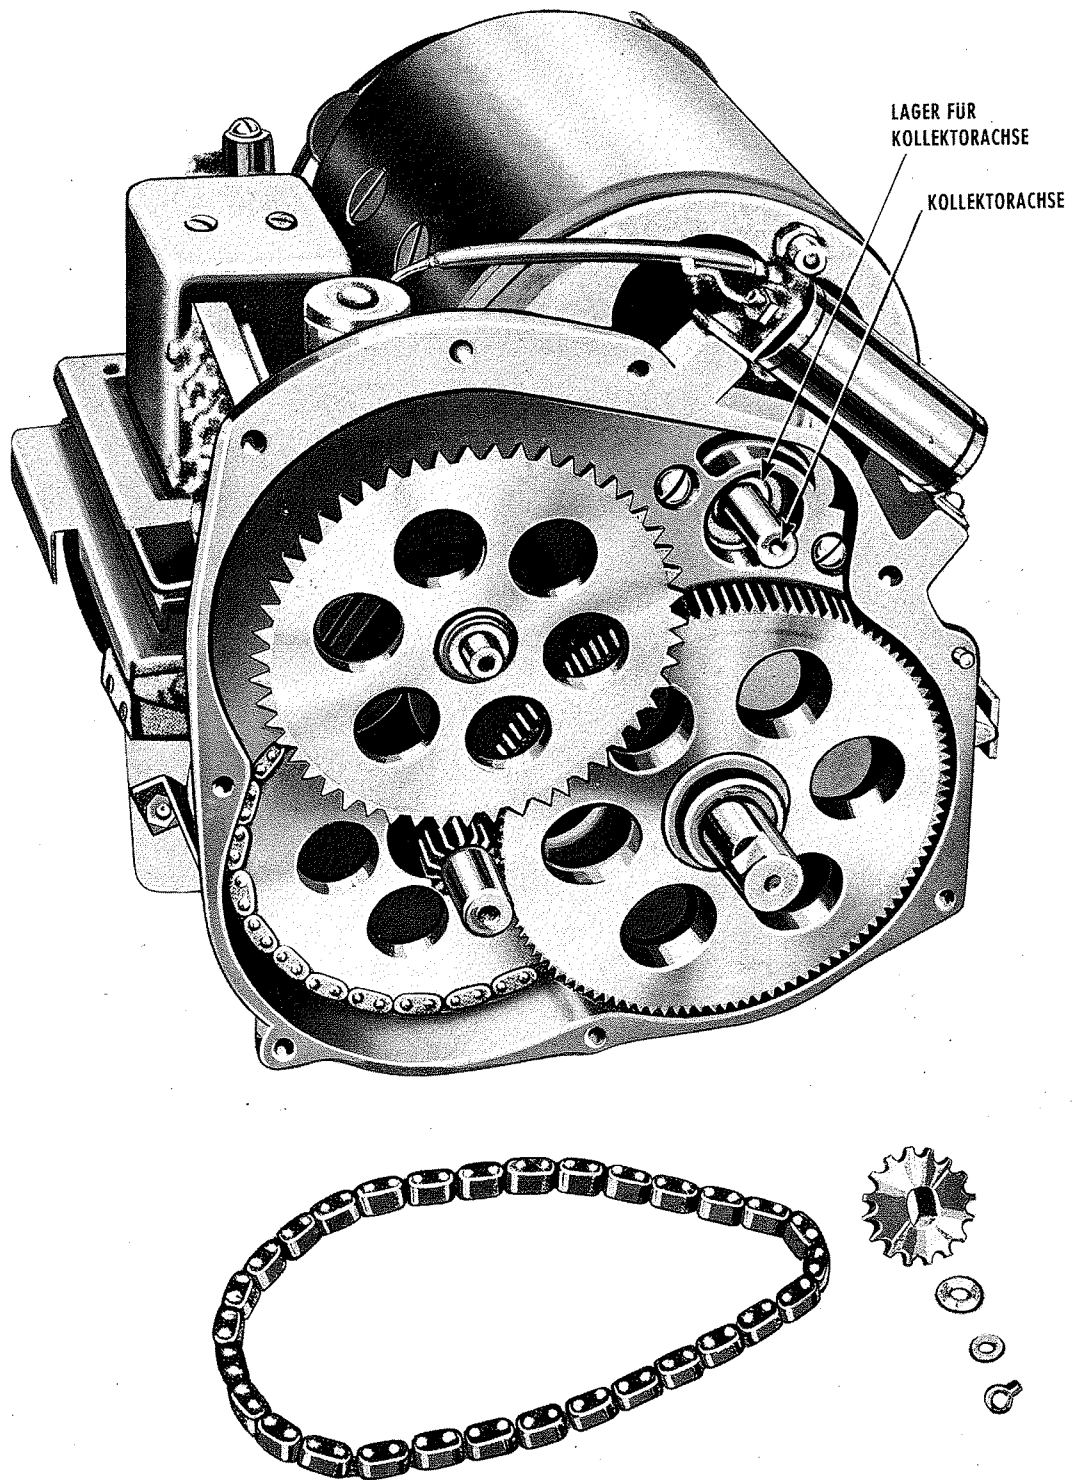

Bild 112.2 Handgenerator GN-58-A, Zahnradgetriebe
d) Das Übersetzungszahnrad vorsichtig von der Achse abziehen (Bild 112.2).